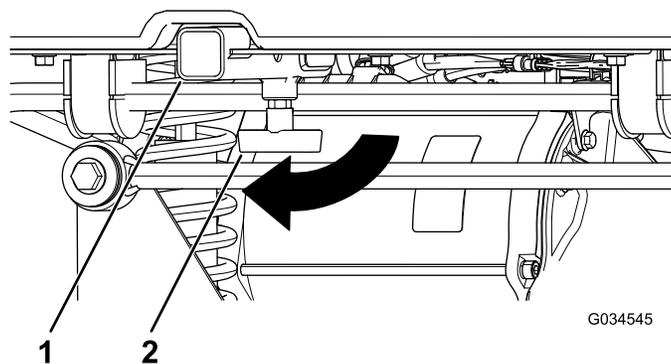

Figura 19
1. Desaperte a pega em “T” rodando-a no sentido dos ponteiros do relógio (Figura 19).
2. Insira o acessório no recetor até que os orifícios fiquem alinhados (Figura 19).